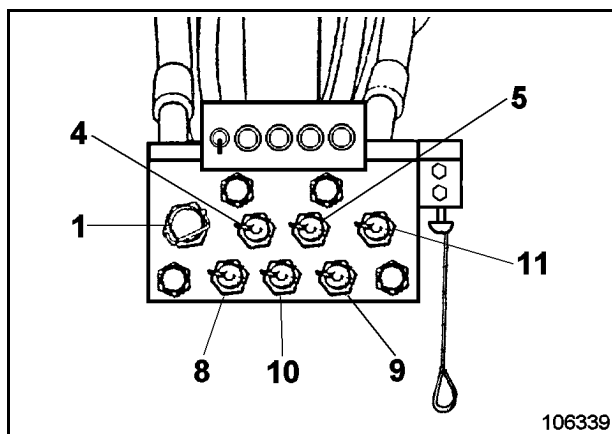

Fig. 3-21:
- Schnellverschluß (8, Fig. 3-21:) für den linken Motor
- Schnellverschluß (9) für den rechten Motor